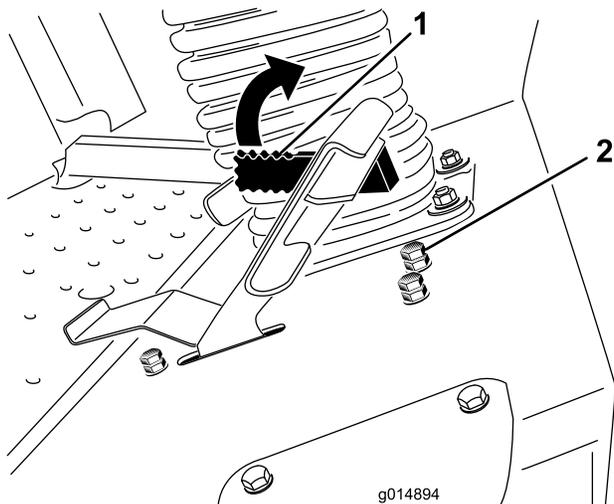

Figura 41
A alavanca do limitador da velocidade de corte (Figura 41) pode ser movida para a frente para limitar a velocidade de tracção durante o funcionamento.
- Liberte a porca de bloqueio do parafuso de paragem do limitador da velocidade de corte (Figura 41).